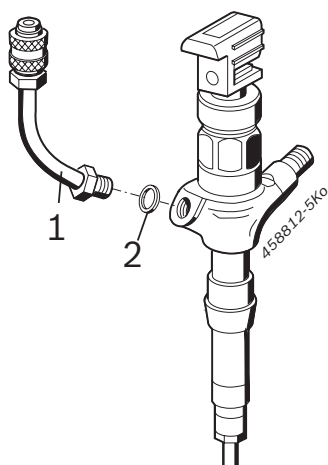

Fig. 2: Slangeledning
1. Skru slangeledningen 1 680 712 368 (fig. 2, pos. 1) med den flade pakning (fig. 2, pos. 2) i returløbsboringen på Denso CRI Piezo, og spænd den fast.